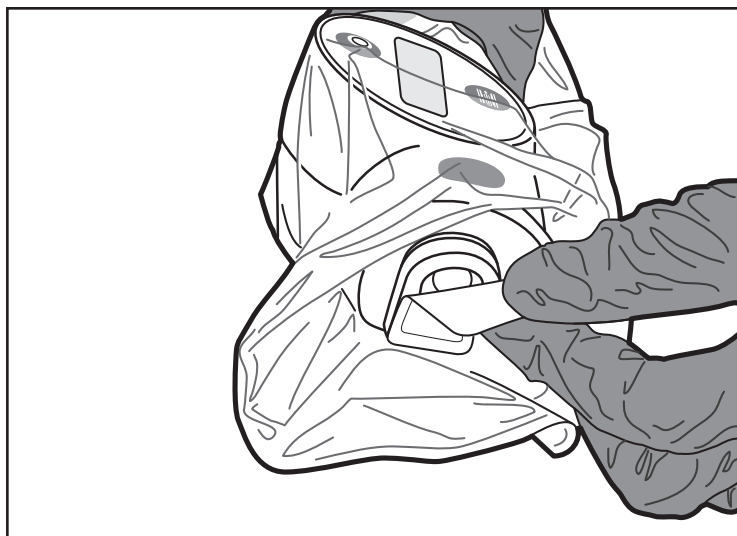

Figure 9. Retrait de l'étiquette
9. Une fois prêt à insérer un cathéter compatible avec la MDU5 PLUS, enlever l'étiquette de la plaque frontale et le jeter de manière appropriée (figure 9).